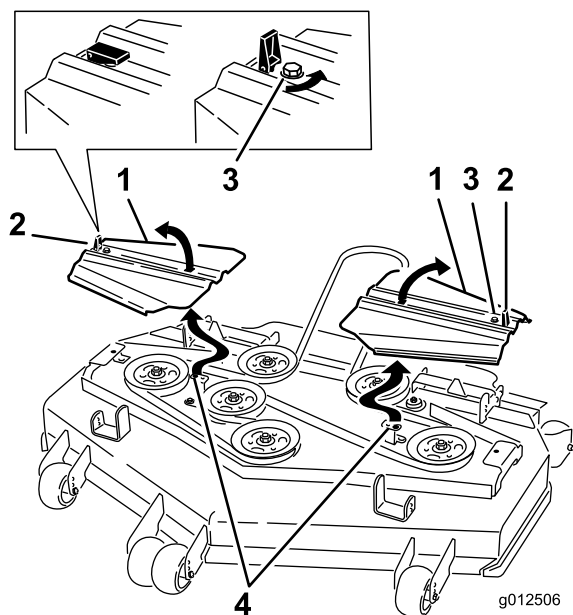

Figure 91
14. Posez les couvercles de courroies en engageant les languettes dans les rainures. Posez les vis et fermez les verrous (Figure 91).